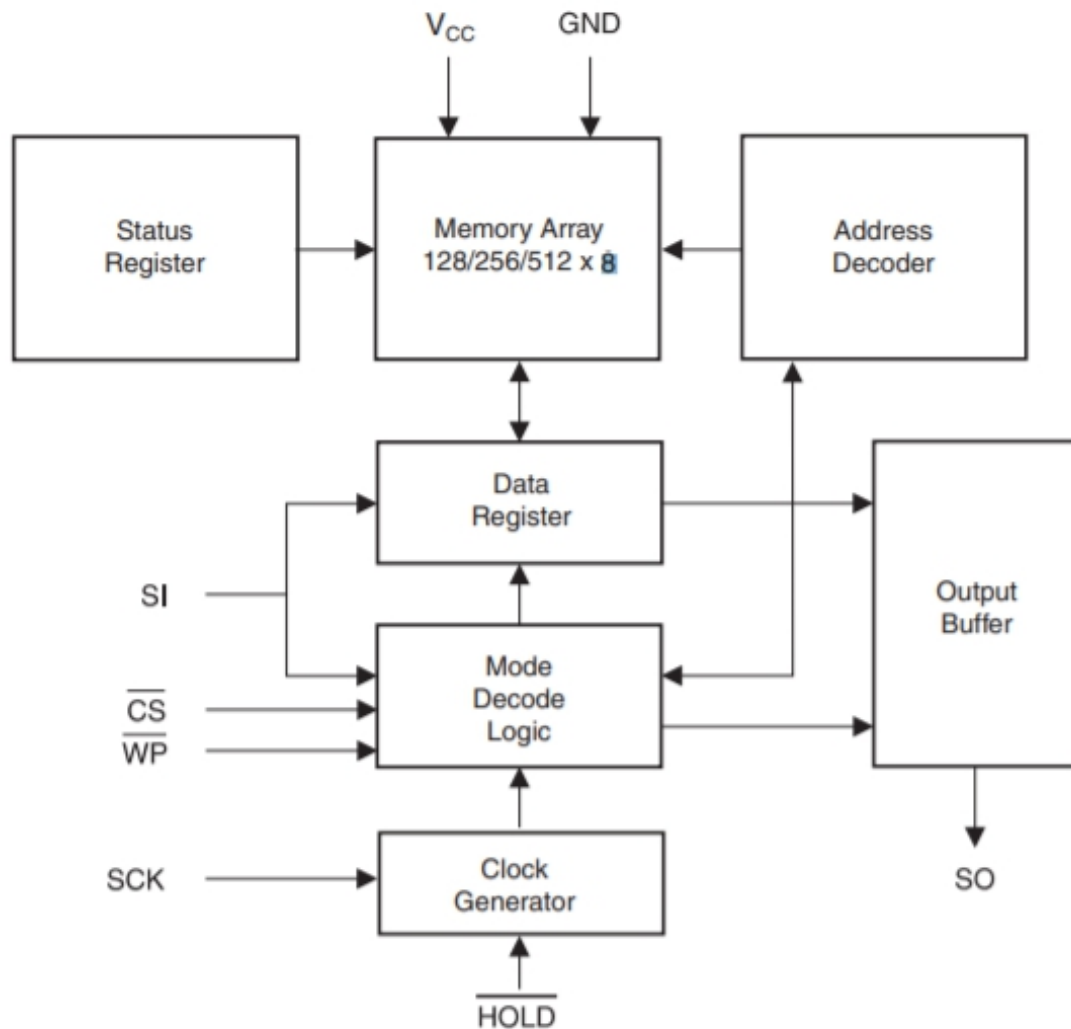

图 3-19 SPI串行EEPROM内部结构示意图
4. 图3-19 显示了如何进行SPI EEPROM的多片扩展使用。Master一般是MCU或FPGA, SS0-3可以是专用的接口, 也可以是GPIO, 只要每次只有一位为低电平就可以正确选择对应的Slave芯片。